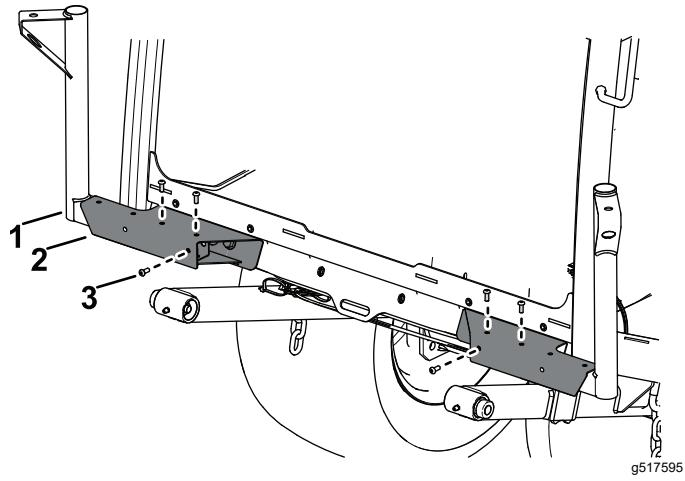

**Figura 14**
1. Fissate la base del faro sinistro e di quello destro sul telaio della macchina utilizzando 2 bulloni a testa tonda (3/8" x3/4") e 2 dadi di bloccaggio (3/8") per ciascun lato (Figura 14).